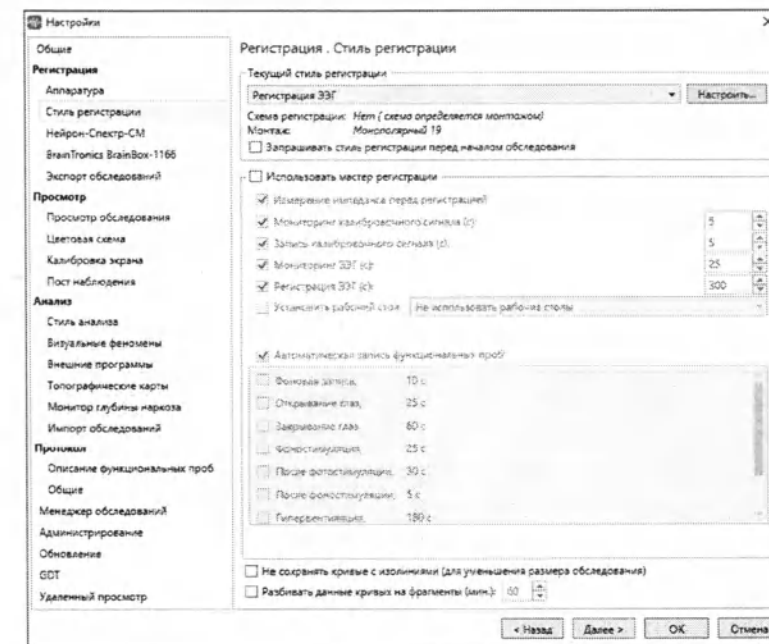

Рис. 10. Настройки стиля регистрации
6. Теперь, когда видеоскамера подключена к компьютеру и настроена, ее можно подключить к программе «Нейрон-Спектр.NET». Для этого запустите программу «Нейрон-Спектр.NET», выберите пункт главного меню **Настройки|Изменить....** В окне настроек в разделе «Стиль регистрации» нажмите кнопку «Настроить» (рис. 10).